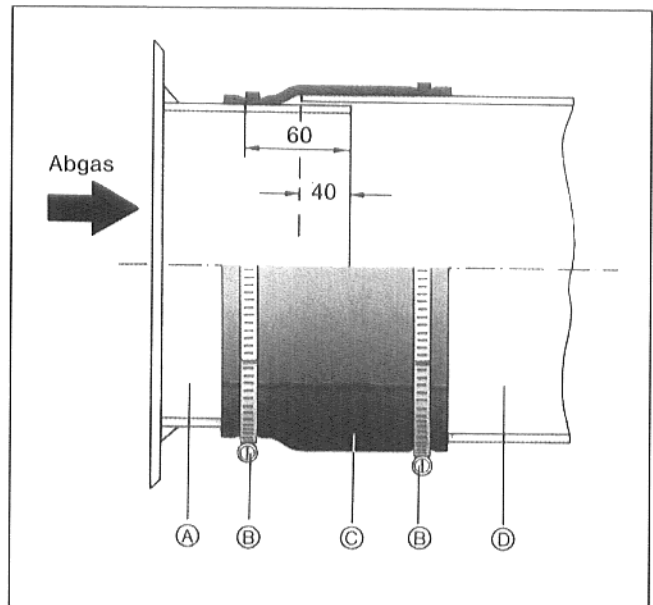

Abb. 6
- Spannbänder (B) auf Abgasrohr (D) schieben.
- Abgasrohr (D) ca. 40 mm auf Kesselrohrstützen (A) stecken.
- Abgasrohr-Abdichtungsmanschette (C) anlegen.
- Spannbänder (B) über Abdichtungsmanschette schieben und anziehen (Abb. 6).